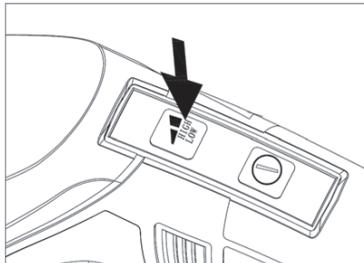

FIG. 8
- Pour régler la vitesse de fonctionnement de l'aspirateur, appuyez sur le commutateur de réglage de la vitesse ; vous pouvez sélectionner une vitesse élevée ou basse. (voir FIG.8)